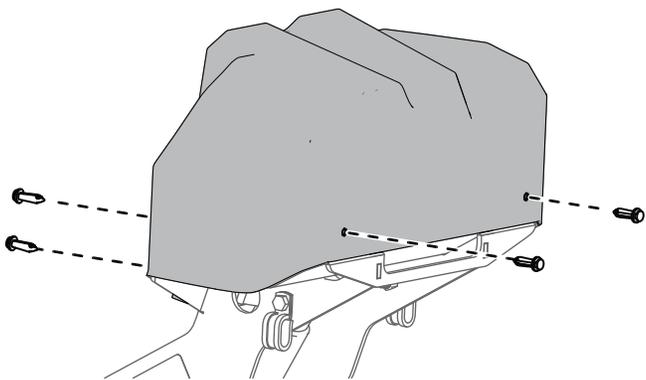

Figure 25
2. Retirez les 4 rivets en plastique qui fixent le couvercle sur le dispositif d'accouplement et déposez le couvercle (Figure 25).